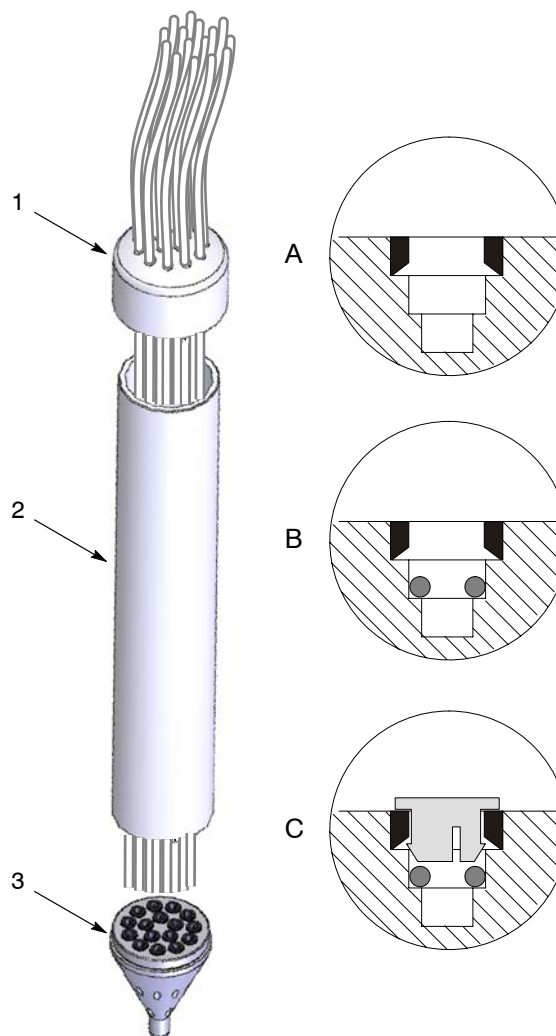

Bild 2 *Byte av koppling för pulverslang*
1. Se bild 2. Drag av hättan (1) från kroppen (2). Skjut upp ändkåpan flera tum på de befintliga pulverslangarna.
2. Skruva av kroppen från huvudet (3). Drag av huvudet från kroppen så att man kan komma åt slangkopplingarna.
6. Sätt i de nya kopplingsdelarna enligt de visade stegen och genomskärningsvyerna i bild 2.